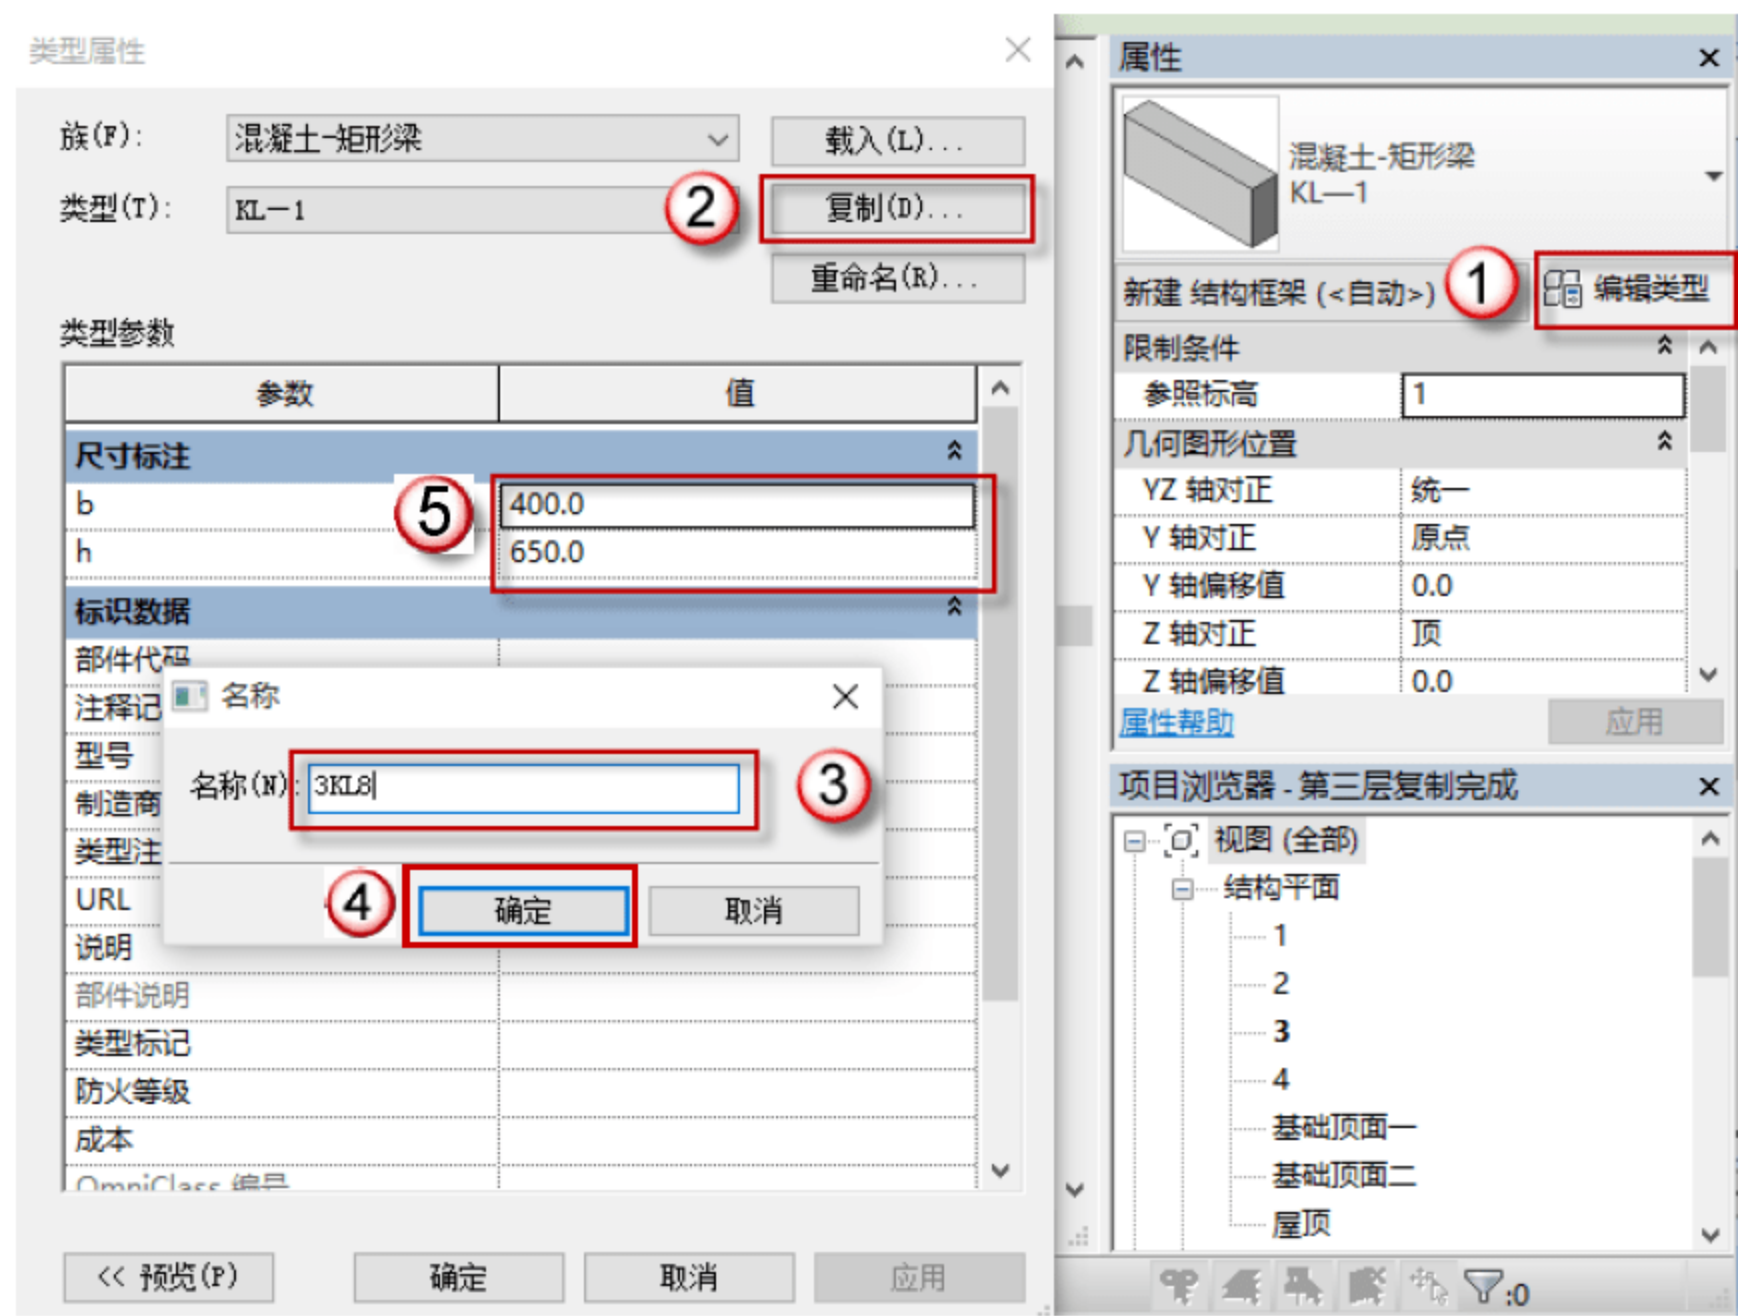

图 4.4.20 修改 KL8
(9) 修改 KL8 的参数以及名称，单击 KL8 对象，单击“编辑类型”按钮，在弹出的对话框中，单击“复制”按钮，在弹出的对话框中命名新的族名称“3KL8”，单击“确定”按钮，在“尺寸标注”栏中修改截面参数，如图 4.4.20 所示。